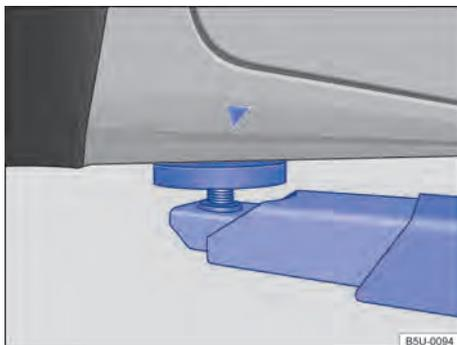
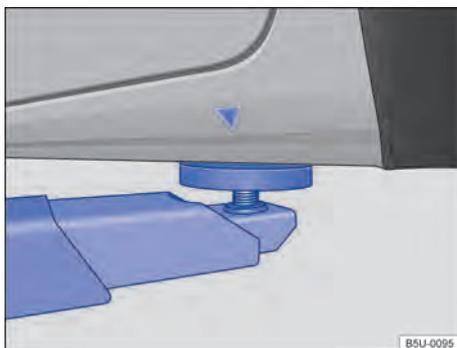

Fig. 191 Pontos de apoio dianteiros para a suspensão com plataforma elevatória ou com macaco.
Fig. 192 Pontos de apoio traseiros para a suspensão com plataforma elevatória ou com macaco.
O veículo deve ser suspenso somente pelos pontos indicados nas figuras → Fig. 191 e → Fig. 192. Se o veículo não for suspenso pelos pontos indicados, podem ocorrer danos no veículo → ⚠️ e ferimentos graves → ⚠️.
- Suspender o veículo somente pelos pontos indicados nas figuras → Fig. 191 e → Fig. 192. Se o veículo não for suspenso pelos pontos indicados, o veículo poderá cair da plataforma elevatória quando, por exemplo, o motor ou a suspensão for desmontado.